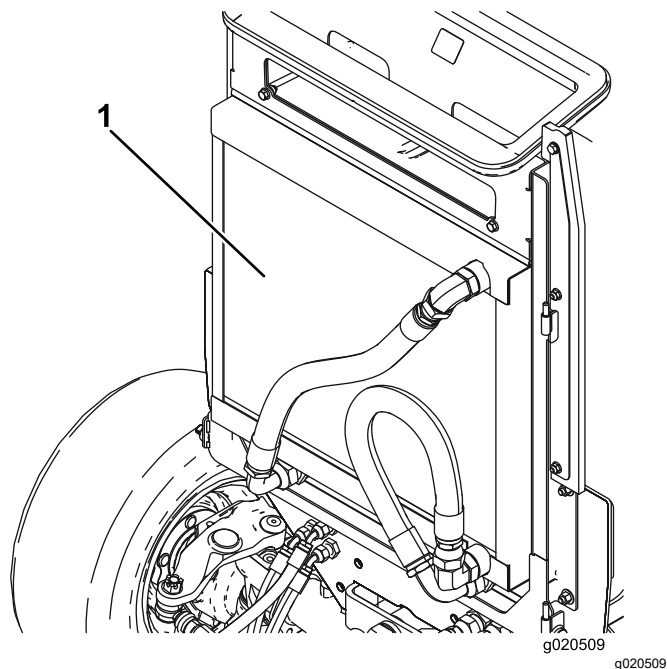

図 86
5. オイルクーラとラジエターの裏表を圧縮空気ですくって丁寧に清掃する **図 86**。